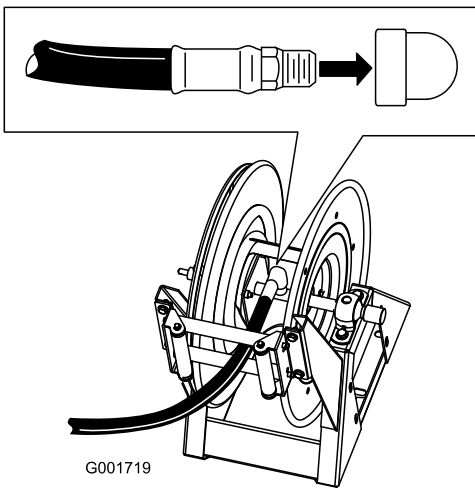

図 17
1. 長いホースのフィッティングのねじ山部分にテフロンTeflon®テープを巻き、フィッティングをリールの接続チューブに取り付ける 図 17。